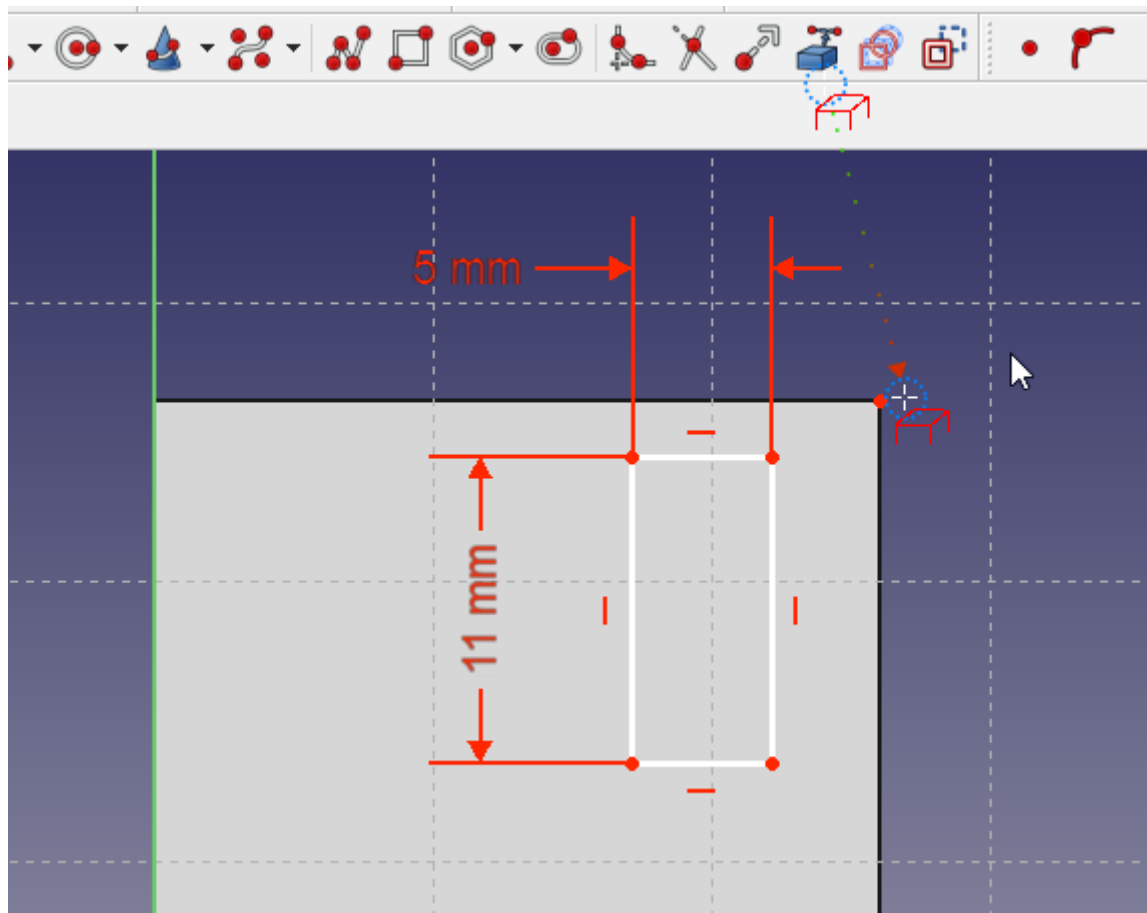

Рисунок 27 – Застосування інструменту «Зовнішня геометрія»
4. Оберіть верхню праву вершину грані деталі та натисніть на неї, щоб отримати точку для зовнішньої геометрії та пов'язати з цією точкою наш ескіз (рисунок 27).